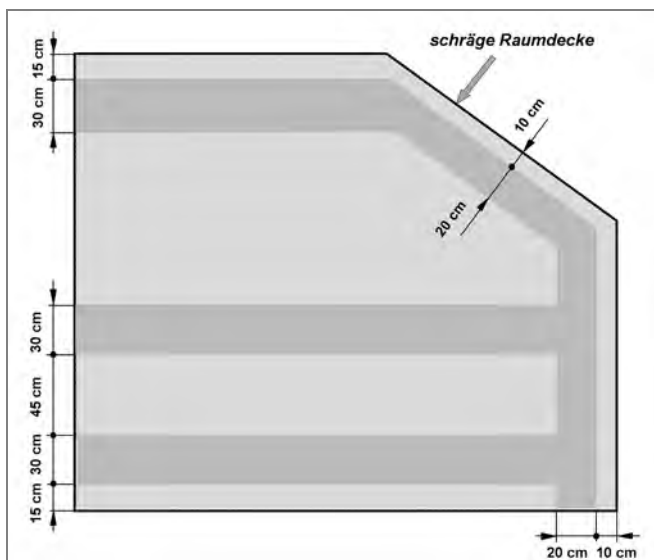

Abb. 92: Grün markierte Installationszonen unterhalb von Dachschrägen
2. Bei Dachausbauräumen ordnet sich die Installationszone der Dachschräge nach Abb. 92 unter (die Leitung sollte auch hier nur in der grün markierten Wandfläche verlegt werden).